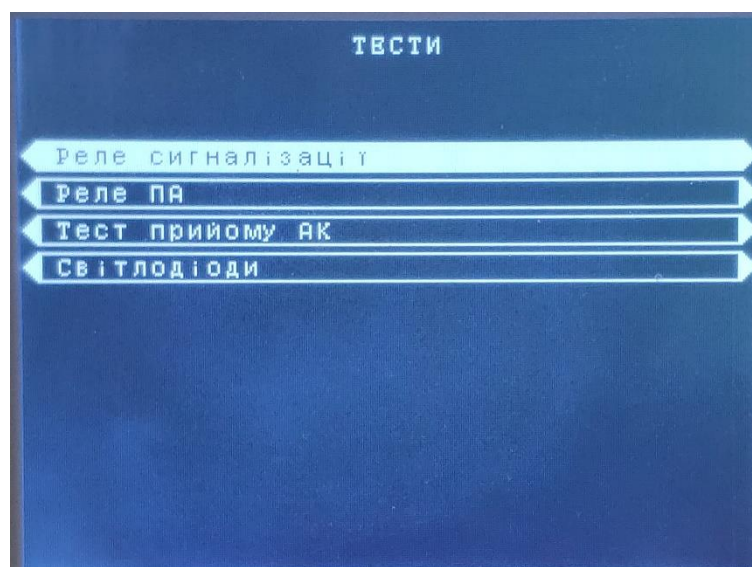

Рисунок 18 – Розділ «Тести»
3.1. «Реле сигналізації» - підрозділ призначений для тестового увімкнення/вимкнення реле сигналізації МС (див. рисунок 18).